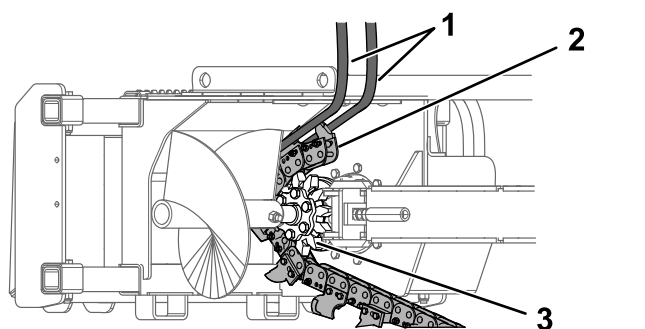

Рисунок 18
2. Подсоедините концы подъемной стропы к подъемному оборудованию и поднимите конец цепи так, чтобы ведущие штифты вошли в зацепление с ведущей звездочкой (**Рисунок 18**).